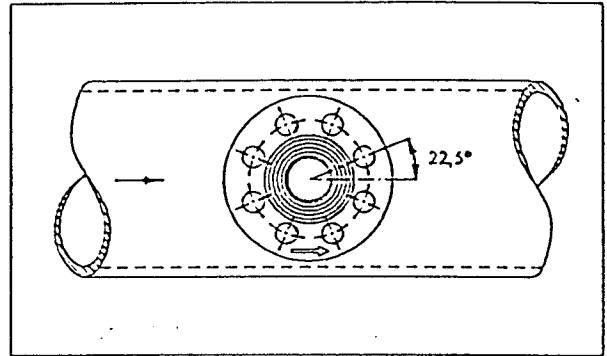

Рис. 11
- если фланш имеет 8 отверстий для крепления, то направьте фланш так, чтобы отверстия для крепления фланша составляли с осью трубы угол 22,5 град. (см. рис. 11)